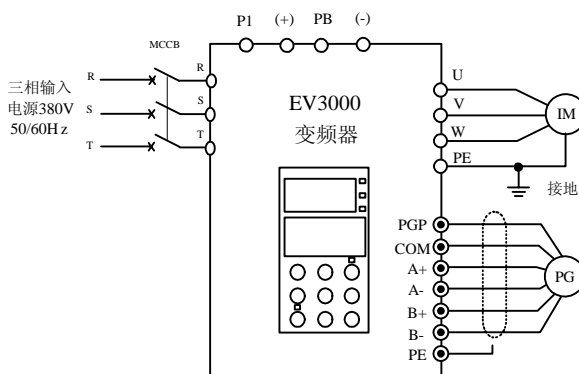

图 4-16 基本运行配线图 1
1) 按图 4-16 配线, 检查接线正确后, 合上 MCCB 开关, 变频器上电;